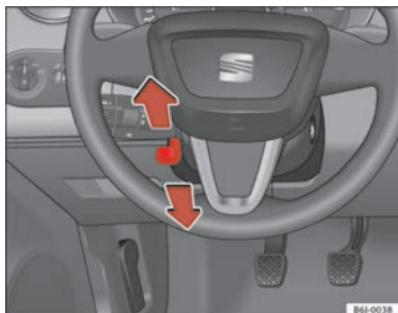

Fig. 94 Ajuste de altura del volante
- Tire hacia abajo de la palanca ⇒ fig. 94 situada debajo de la columna de dirección ⇒ .
- Ajuste el volante hasta alcanzar la posición deseada ⇒ fig. 94.
- Ajuste el asiento del conductor o el volante de modo que quede una distancia mínima de 25 cm entre el volante y el tórax ⇒ fig. 94. ¡Si no respeta la distancia mínima, el airbag no le protegerá adecuadamente y corre peligro de muerte!